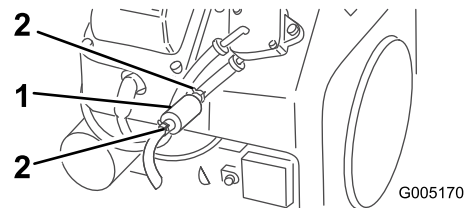

Figure 30
4. Pincez les extrémités des colliers et éloignez les colliers du filtre (Figure 30).
5. Placez un bac de vidange sous les conduites d'alimentation pour recueillir le carburant qui s'écoule, puis enlevez le filtre des conduites (Figure 30).